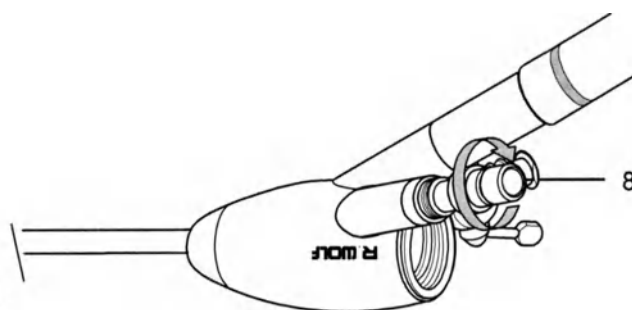

Рис. 11
- ◇ Установите соединительный элемент холодного света (8) и плотно закрутите его (рис. 11).